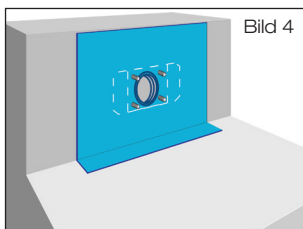

Bild 4
1.4 Bauseits erstellte Anschlussmanschette ausbreiten und auf Untergrund fixieren (Bild 4). Faltenbildungen sind zu vermeiden.